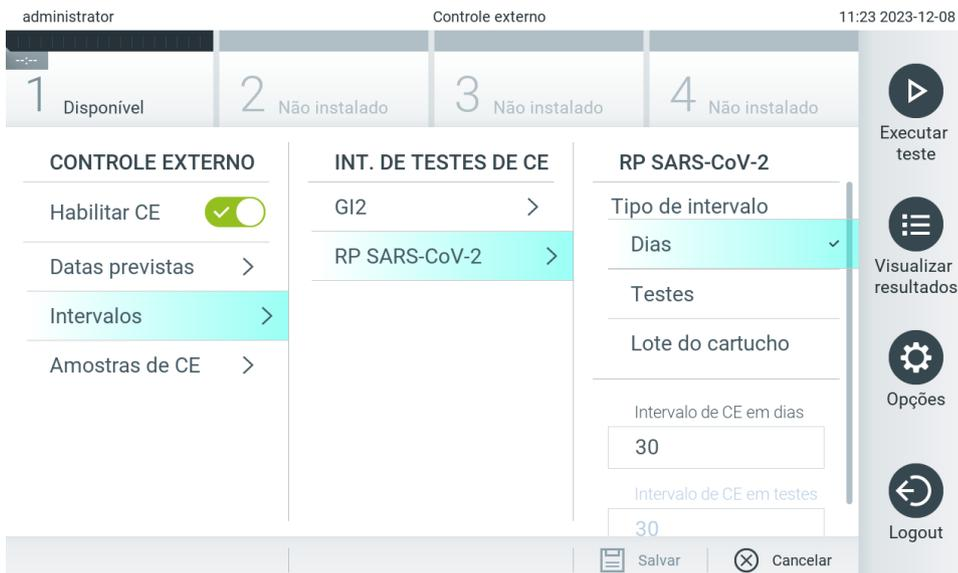

Figura 77. Tela External Control Intervals (Intervalos de controle externo).
8. Selecione **Intervalos** (Intervalos) e depois um ensaio da lista para configurar o intervalo. Um lembrete é exibido para lembrar os usuários de que um teste de External Control (Controle externo) deve ser realizado para o ensaio selecionado se o intervalo tiver passado (Figura 77).